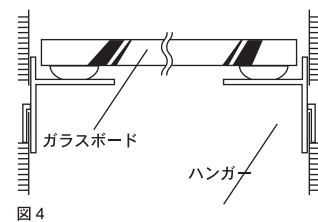

図 4
- 5 ガラスボードをハンガーの上に載せて下さい。ガラスボードがしっかりと水平になっている事を確かめ下さい。(図 4)